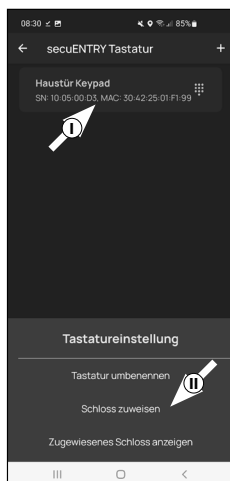

Fig. 3
③ Pour que le clavier reçoive les informations destinées à commander le cylindre, celui-ci doit être attribué aussi à l'intérieur de l'application.
Appuyez pour ce faire dans la liste comportant les claviers enregistrés sur l'entrée du clavier souhaité (I) (Fig. 3) puis sur « attribuer serrure » dans la fenêtre du menu qui apparaît (II) (Fig. 3).